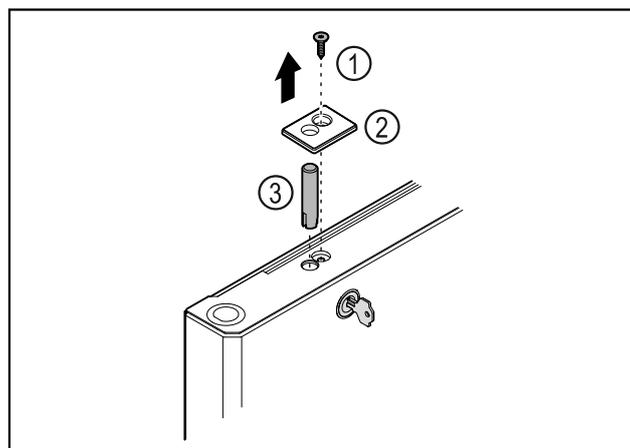

Fig. 41
- ▶ Schraube Fig. 41 (1) entfernen.
- ▶ Abdeckung Fig. 41 (2) mit einem kleinen Schraubendreher austragen und abnehmen.
- ▶ Schlossbolzen Fig. 41 (3) herausziehen.